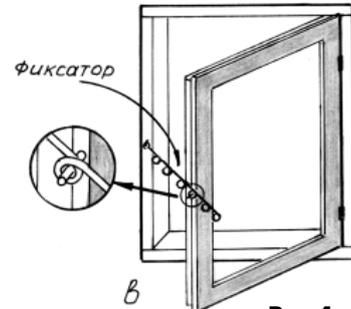

Рис.4
4. Окно, которое Вы открываете для проветривания комнаты, не будет "хлопать" от ветра или сквозняка, если установить на нем фиксатор, т.е. стальную проволоку с петлями (рис.4,а) или металлическую пластину с отверстиями (рис.4,б) так, как показано на (рис.4,в). Размещение петель или отверстий на расстоянии 10 см друг от друга позволяет фиксировать открытое окно на нужном расстоянии от рамы.